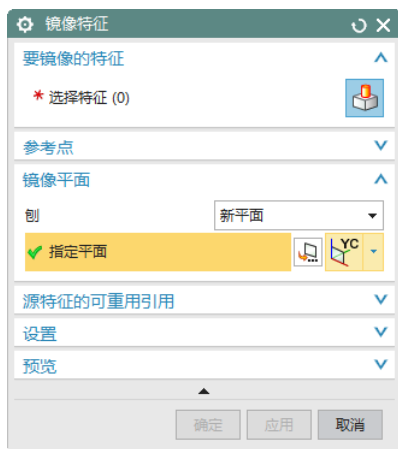
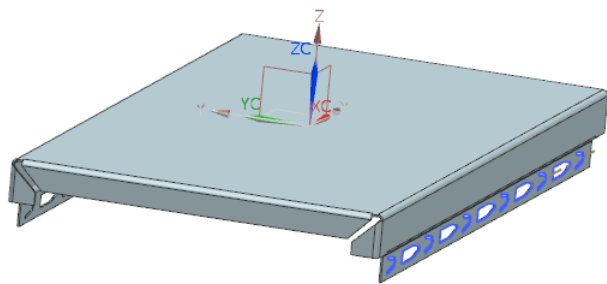

图 5-95 “镜像特征”对话框
图 5-96 创建镜像特征后的钣金件
(1) 选择“菜单(M)”→“插入(S)”→“关联复制(A)”→“镜像特征(R)”，或单击“主页”选项卡“特征”面组上“更多”库下的“镜像特征”按钮, 打开“镜像特征”对话框，如图 5-95 所示。
(2) 在模型中选择步骤 4, 5, 7, 8, 9 创建的特征为要镜像的特征。
(3) 在下拉列表中选择“新平面”选项，在“指定平面”下拉列表中选择“ZC-XC 平面”，单击<确定>按钮，创建镜像特征，
(4) 重复步骤 10 和 11，在另一侧创建弯边和除料特征，如图 5-96 所示。